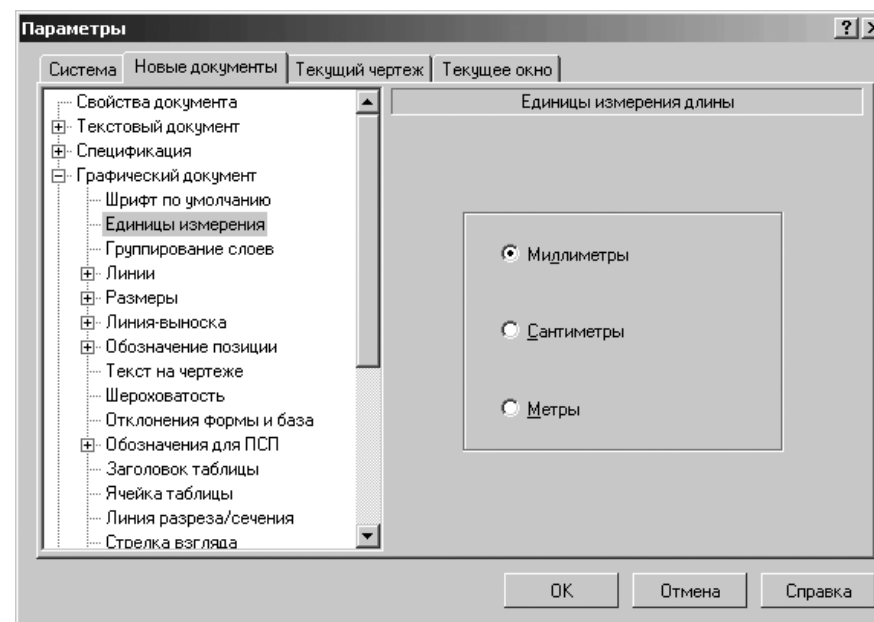

Рис. 10.19. Диалоговое окно **Параметры** с открытой вкладкой **Текущий чертеж** и панелью **Единицы измерения длины**
- щелкните по пункту **Единицы измерения**. В правой части появится панель для установки единицы измерения, показанная на рис. 10.19.